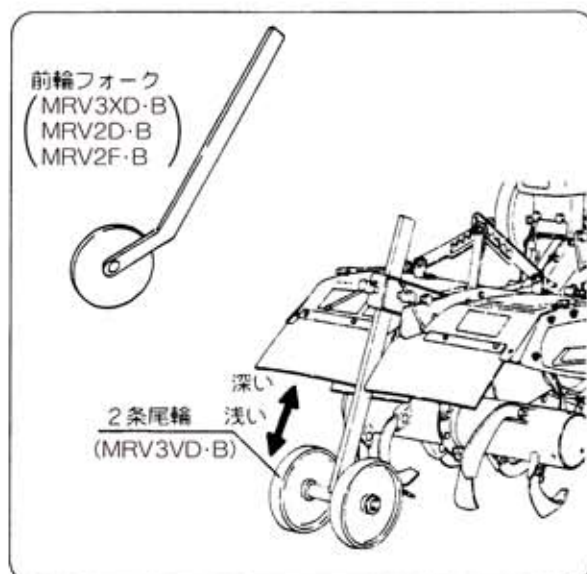

図22
① 前輪を上下することにより作業深さを変えることができます。(図22)